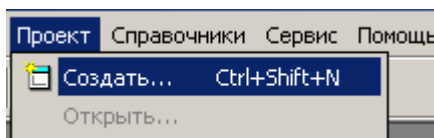

Рис. 2.1 Создание проекта.
- ❑ С помощью команды **ПРОЕКТ - Создать** (Рис. 2.1);